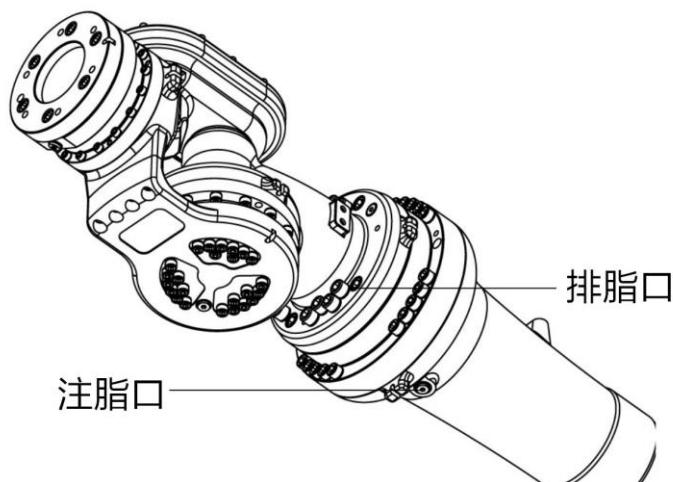

图 13-8 更换 J4 轴减速器润滑脂
- 卸下排脂口 M10x1 堵头及密封垫片，如图 13-8 所示。